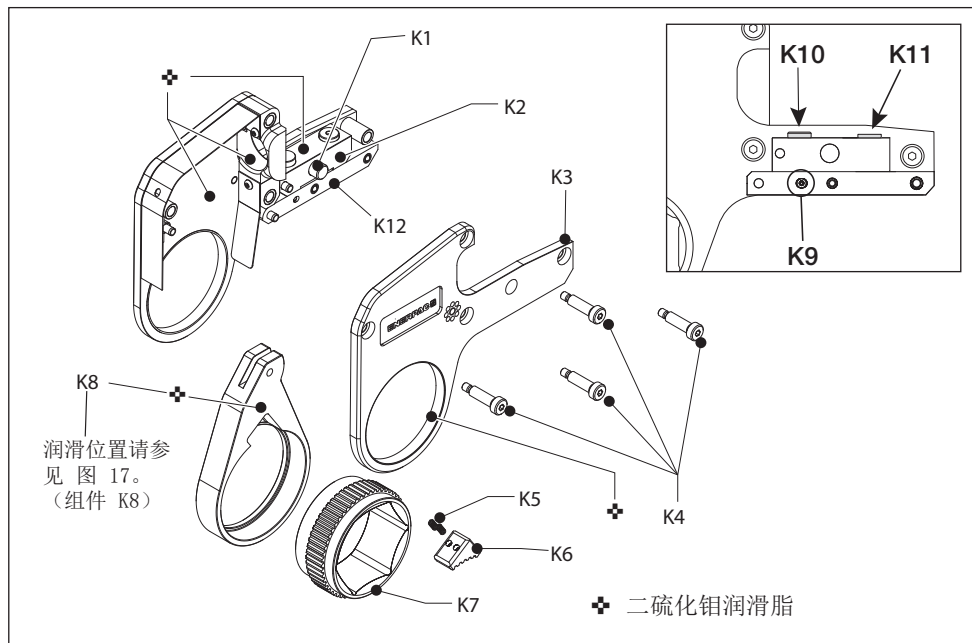
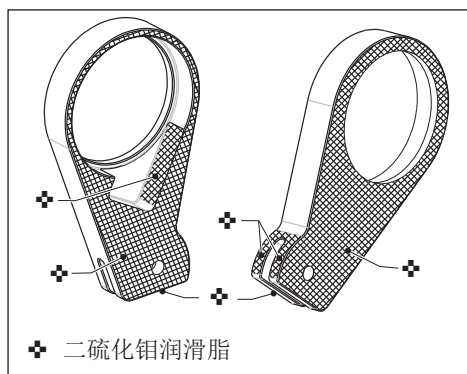

图 18
图 20
驱动盒（图 18 和 20）
注意 当润滑棘轮柄（K8）时，只涂抹二硫化钼润滑脂（⬢）到图 20 所示的阴影部位。
驱动盒（图 18、20 和 21）
- 擦干所有组件。按照图 18 和图 20 的指示涂抹薄薄一层二硫化钼润滑剂（⬢）。有关涂抹二硫化钼润滑剂的更多信息请参见第 5.4 节。